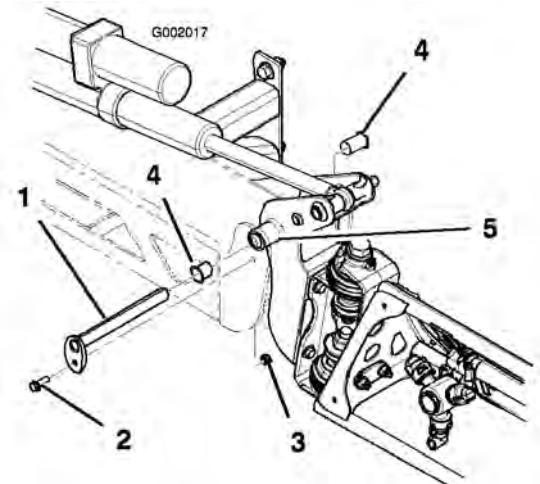

図 61
- ブームを支えておきながら、ピボット・ピンをブーム・アセンブリに固定しているボルトとナットを取り外す(図61)。ピボット・ピンを取り外す。
5. ナイロン・ブッシュを取り外し、ピボット・ブラケットの前面および後面側から見て点検する(図 61)。磨耗したり破損したりしている場合は交換する。
7. センター・フレームにブーム&ピボット・ブラケット・アセンブリを取り付け、開口部を整列させる(図 61)。